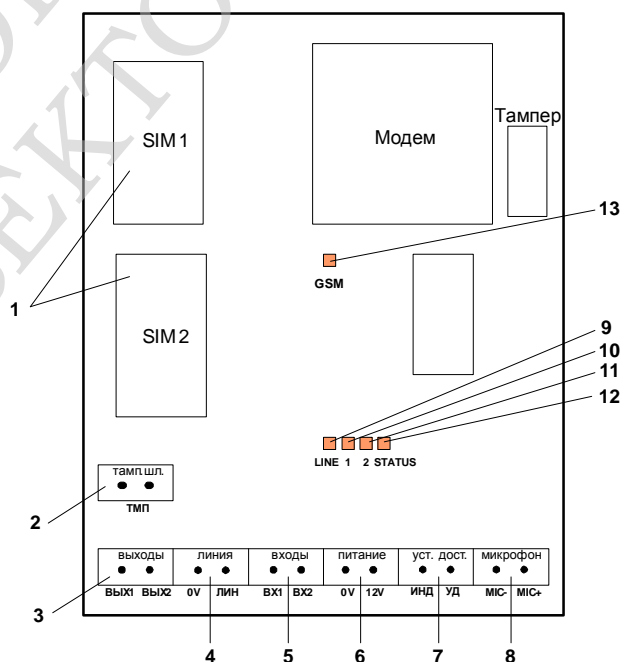

Рисунок 1 – Схема расположения элементов на узле функциональном модуля
1.4.1 В модуле установлены (рисунок 1):